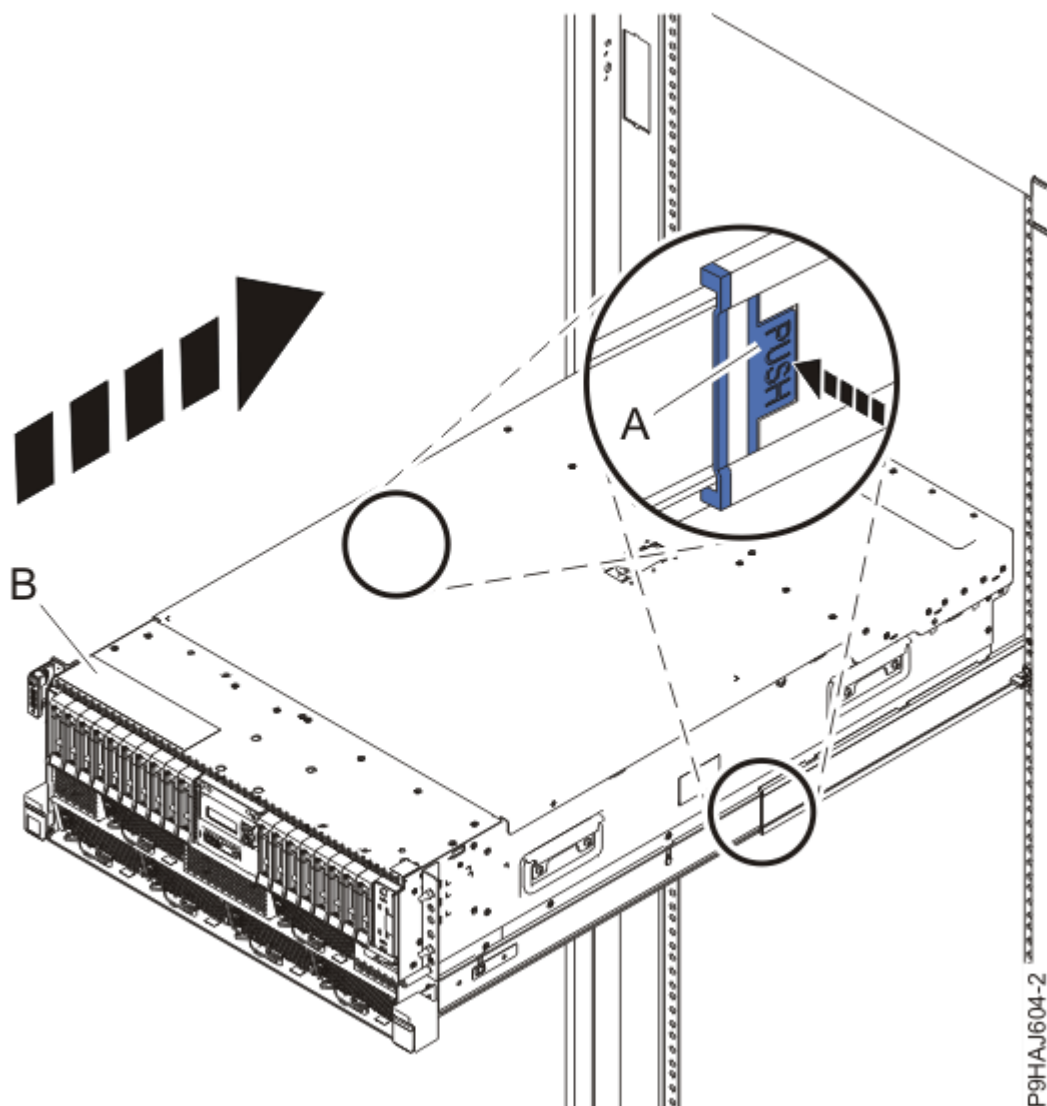

図 13. システムの操作位置への設置
3. ラック・マウント型システムの場合、青色のレール安全ラッチ **(A)** を、16 ページの図 13 に示されているように内側に押してアンロックします。